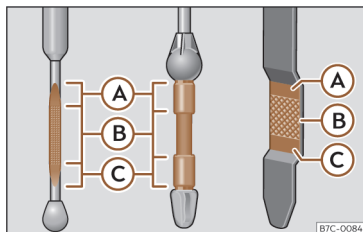

Fig. 199 Vareta de medição do nível de óleo.
Legenda da >>> Fig. 199:
- Em seguida, retire-a novamente e verifique o nível do óleo >>> **Fig. 199.** Caso seja necessário, reponha óleo do motor.
- O óleo deve deixar marca entre as zonas (A) e (C). Nunca pode ultrapassar a zona (A).
- Quando o nível de óleo atingir pelo menos a zona >>> **Fig. 199 (B)**, enrosque a tampa do bocal de enchimento com cuidado >>> .